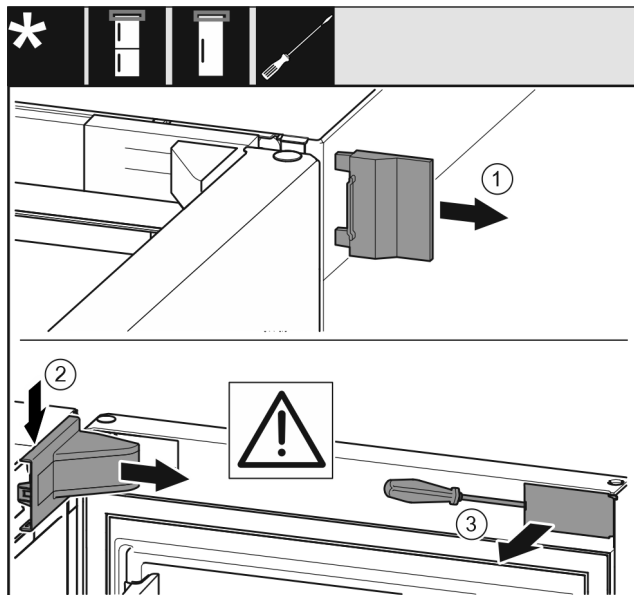

Fig. 9
- ▶ Снимите внешнюю крышку. Fig. 9 (1)
- ▶ Освободите и отсоедините крышку опорного кронштейна. Снимите крышку опорного кронштейна. Fig. 9 (2)
- ▶ При помощи шлицевой отвертки освободите накладку и отведите в сторону. Fig. 9 (3)